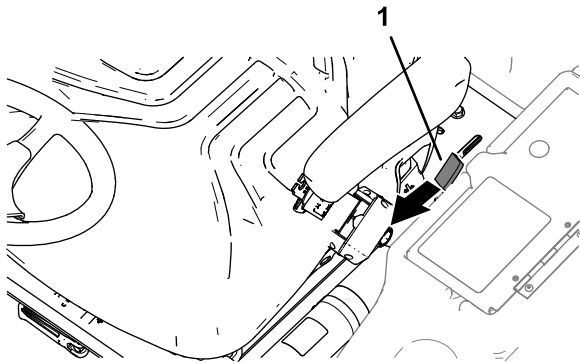

Figura 48
1. Mova o manipulador de fecho da plataforma (**Figura 48**) em direção à parte frontal da máquina até que o fecho claramente encaixe na barra de bloqueio.